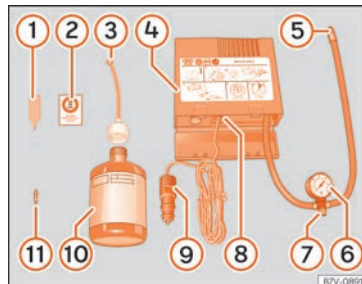

Abb. 100 Prinzipdarstellung: Bestandteile des Pannensets
Das Pannenset befindet sich im Gepäckraum unter dem Bodenbelag. Es besteht aus folgenden Bestandteilen »» **Abb. 100**:
Den Reifenfüllschlauch »» Abb. 100 ⑤ wieder anschließen und den Reifenfülldruck an der Reifenfülldruckanzeige ⑥ ablesen.